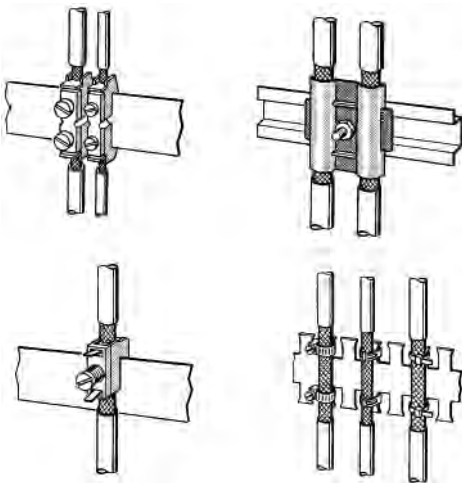

Abb. 7: Befestigen von geschirmten Leitungen mit Kabelschellen und Schlauchbindern (schematische Darstellung)
- Die Schellen müssen den Schirm großflächig umschließen und guten Kontakt ausüben (siehe Abb. 7).
- ▶ Hängen Sie die oberen Rasthaken des Moduls in die Hutschiene ein und drücken Sie die Unterseite, wie in der Abbildung 7 gezeigt, auf die Schiene, bis sie hörbar einrastet.